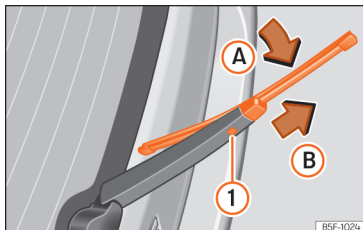

Abb. 161 Scheibenwischerblatt der Heckscheibe auswechseln.
- Das Wischerblatt leicht drehen »» (Abb. 161) (Pfeil A).
- Die Entriegelungstaste ① gedrückt halten und gleichzeitig das Scheibenwischerblatt in Pfeilrichtung B abziehen.
- Neues Heckscheibenwischerblatt **gleicher Länge und Ausführung** entgegen der Pfeilrichtung B auf den Scheibenwischerarm schieben, bis der Mechanismus ① einrastet.